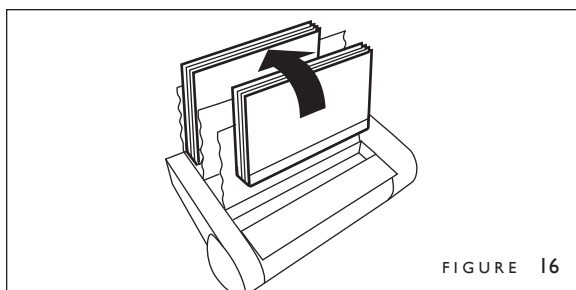

FIGURE 16
7. Dès que le message « REMOVE BOOK » (RETIRER LIVRE) clignote, retirez le document et placez-le contre une grille de refroidissement (figure 16). Laissez-le refroidir pendant cinq minutes.